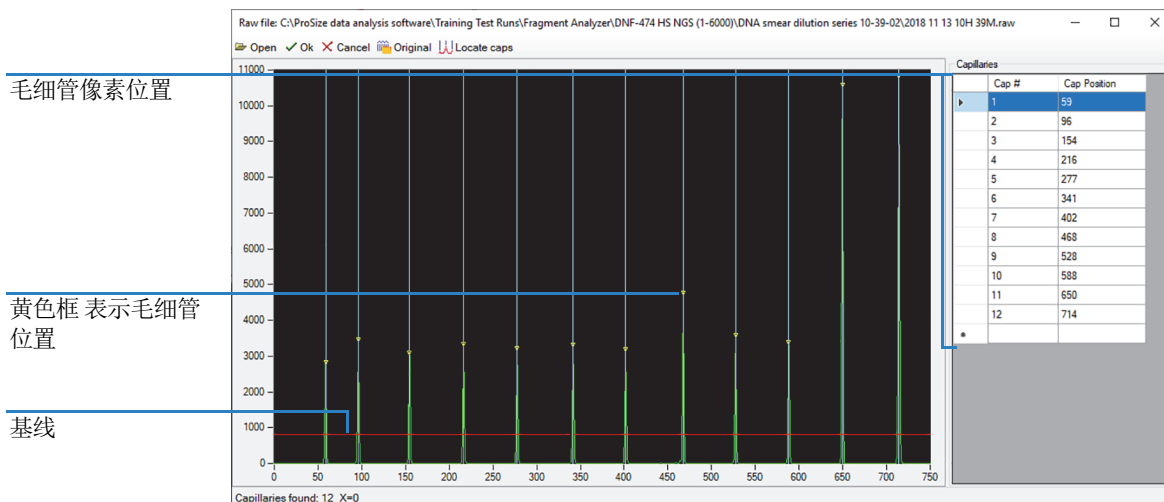
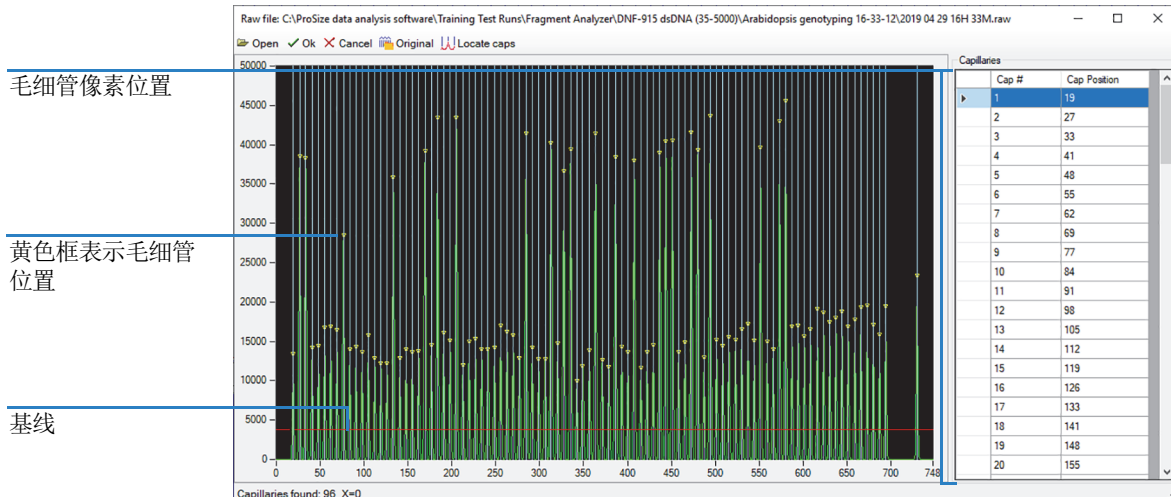

图 30 12-毛细管系统的根据文件校准 (Align from File) 弹出窗口
图 31 96-毛细管系统的根据文件校准 (Align from File) 弹出窗口
将打开**根据文件校准 (Align from File)** 窗口 (图 30 和图 31 分别为 12-毛细管和 96-毛细管阵列的示例)，用户可以根据所选运行文件校准毛细管。**根据文件校准 (Align from File)** 窗口的工具栏如表 8 所述。
- 7 左键单击红色基线并将其从图底部向上移动, 但不高于毛细管峰的顶部, 如图 30 和图 31 所示